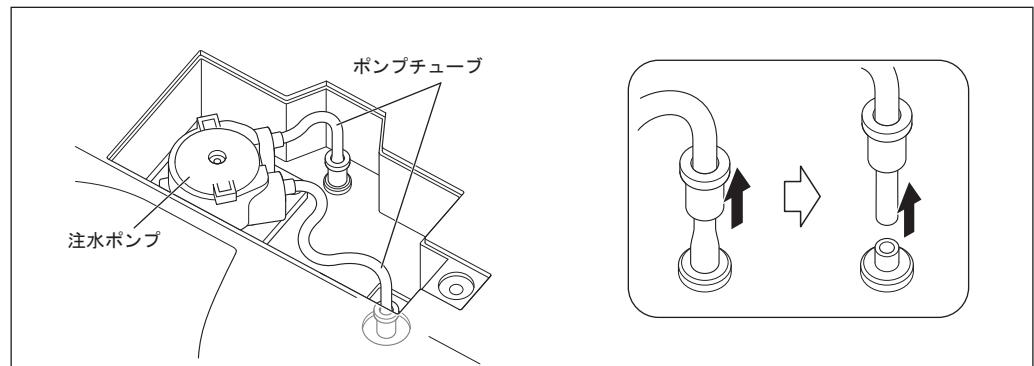

図52
- 3) ポンプチューブを2本、取り外します（図52）。
- 8) ポンプチューブを取り外しと逆の手順で取り付け、コネクタリングをコントロールユニットの奥までしっかりと挿し込みます（図52）。